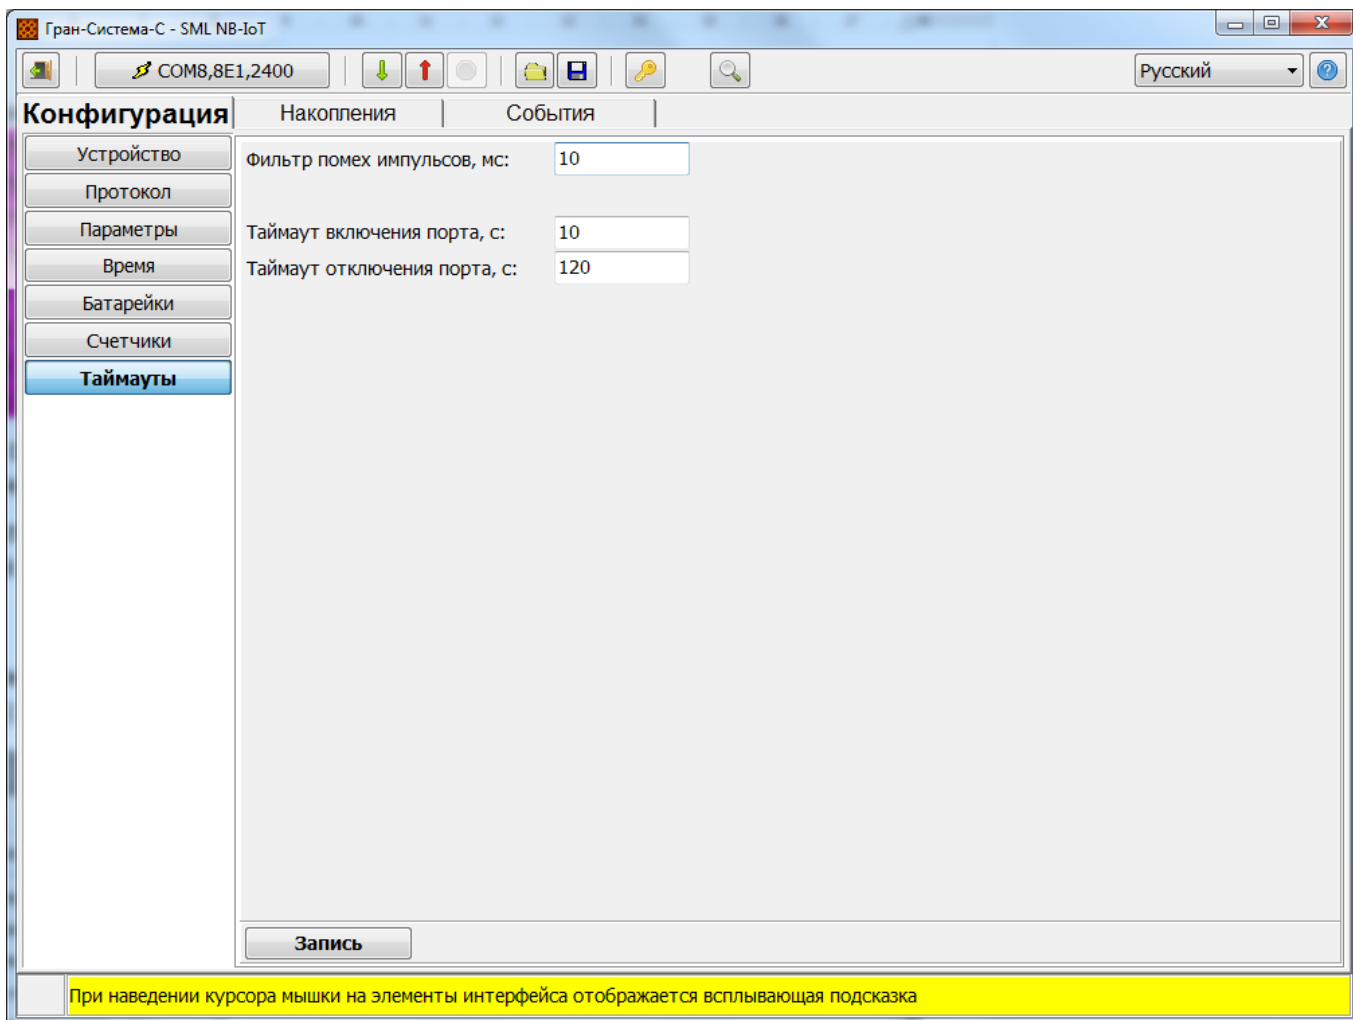

Рисунок 20 – Закладки «Конфигурация» «Таймауты»
3.2.14.1 На закладке «Конфигурация» «Таймауты» задаются параметры таймаутов устройства (рисунок 20):